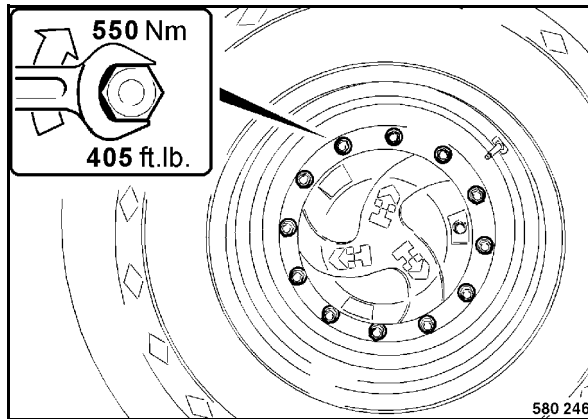

Fig. 162
- Apretar la tuercas de rueda (Fig. 162) en cruz